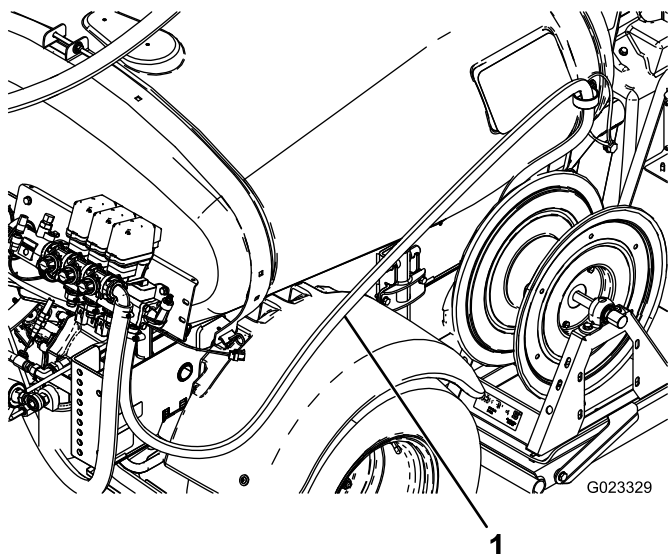

Figura 12
6. Encaminhe o tubo de alimentação da bobina da tubagem como se mostra em Figura 12 e ligue-o à bobina de tubagem com uma abraçadeira de tubos.